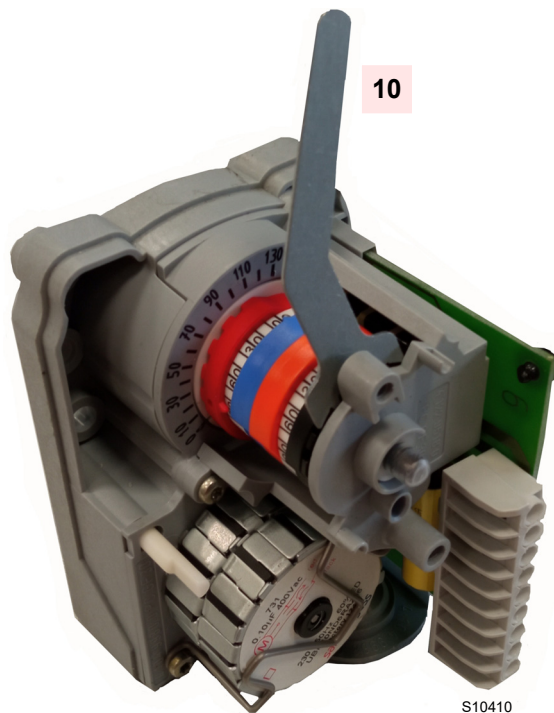

Рис. 36
- Для регулировки кулачка IV используйте специальный ключ 10) (Рис. 36), расположенный в сервоприводе.
- 10 Ключ для регулировки кулачка IV (Рис. 36)